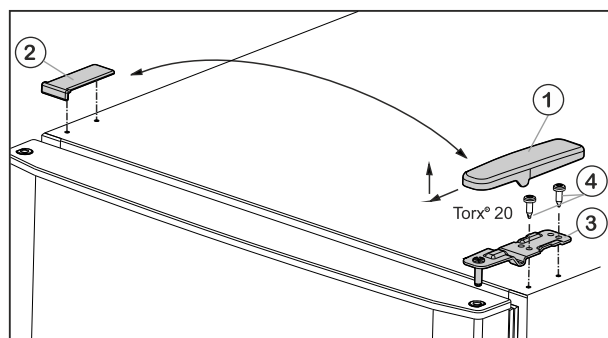

Fig. 6
- ▶ Wyjąć ostonę Fig. 6 (1) do przodu i do góry.
- ▶ Podnieść ostonę Fig. 6 (2).
- ▶ Odkręcić górną płytkę zawiasu Fig. 6 (3) (2 razy Torx® 20) Fig. 6 (4) i wyjąć ją do góry.
- ▶ Włożyć w drzwi górną płytkę zawiasu Fig. 6 (3) po nowej stronie zawiasów.
- ▶ Dokręcić górną płytkę zawiasu (**z siłą 4 Nm**) (2 razy Torx® 20) Fig. 6 (4). Ewentualnie użyć wkrętarki akumulatorowej.
- ▶ Założyć osłonę Fig. 6 (1) od zewnątrz odpowiednio po przeciwległej stronie i zazębnić.
- ▶ Założyć osłonę Fig. 6 (2) od góry odpowiednio po przeciwległej stronie i zazębnić.